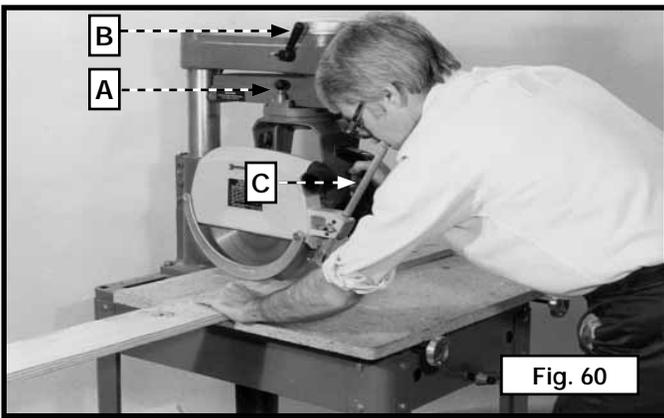

Fig. 60
El corte transversal consiste en apoyar la pieza de trabajo contra la guía y mover la hoja de sierra a través del material. Antes de realizar un corte transversal, fije el brazo guía (A) a "0" y ajuste el mango de fijación del brazo guía (B) Fig. 60. Ajuste la guía. Asegúrese de que la hoja de sierra esté a la izquierda y detrás de la guía. Coloque la pieza de trabajo en el banco y ensámblela contra la guía. La hoja de sierra debe estar separada de la guía y del banco cuando la máquina está encendida. Baje la hoja de la sierra hasta que corte levemente la superficie del banco. Coloque un poco hacia la izquierda de la máquina para tener mejor visibilidad. Mueva la hoja de sierra a través de la superficie de trabajo y, una vez efectuado el corte, coloque la hoja de sierra nuevamente en su posición inicial. Espere a que la hoja se detenga antes de retirar la pieza cortada.
**⚠ PRECAUCIÓN:** Asegúrese de que sus manos estén alejadas de la hoja. Sostenga la pieza de trabajo con firmeza. Como medida de seguridad adicional, invierta la varilla antirretroceso (C) Fig. 60 y fíjela en posición de modo que la varilla casi toque la pieza de trabajo. En esta posición, la varilla puede funcionar como un protector de los dientes expuestos de la hoja. Vea la Fig. 60, donde se ilustra una operación de corte transversal en una sierra radial. Asegúrese de colocar nuevamente el soporte del cabezal de corte en la posición trasera después de cada operación de corte transversal.